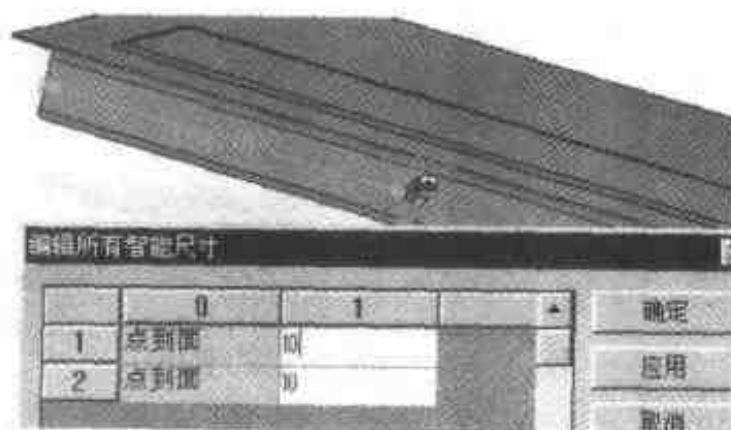

图 4.101 定位圆孔图素
- (2) 圆孔图素到位后会显示其定位用的两个智能标注值,右击任一标注值,在弹出的快捷菜单中选择【编辑所有智能尺寸】命令,在【编辑所有智能尺寸】对话框中设置两个【点到面】参数均为 10,如图 4.101 所示。